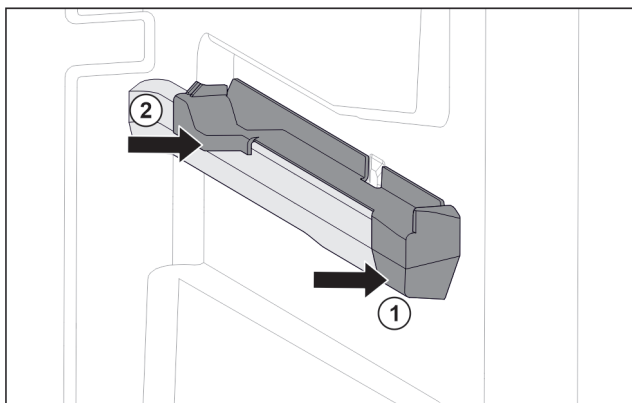

Fig. 94 Natični dio na desnom žlijebu spremnika
- ▶ Postavite natični dio sprijeda na žlijeb spremnika. Fig. 94 (1)
- ▶ Pritisnite natični dio straga. Fig. 94 (2)